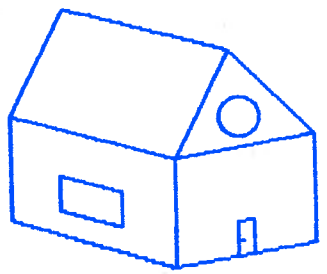

Fig. 5
- Notre maison est transparente ! Donc sa représentation n'est pas vraiment conforme à la réalité. En fait la raison est que nous ne nous intéressons qu'aux côtés de chaque surface des murs de notre maison, et non pas aux surfaces elles-mêmes. Si cela était le cas, notre ordinateur devrait nous montrer notre maison comme la Fig. 5.